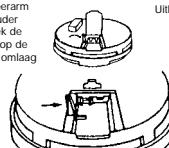
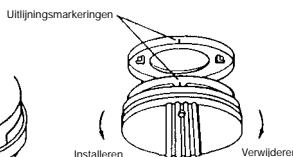

FIGUUR 1
FIGUUR 2
- Nadat u de juiste plaats bepaald heeft, zoals in hoofdstuk 1 omschreven wordt, moet de montageplaat zoals in figuur 1 op het plafond gemonteerd worden. Zie figuur 2 voor muurinstallatie. Plaats de montageplaat tegen de muur. Zorg dat de tekst en het pijltje "UP FOR WALL MOUNTING" (OMHOOG BIJ MUURINSTALLATIE) omhoog wijzen. Bevestig de montageplaat met de meegeleverde schroeven en verankeringen.
Om de batterij te vervangen, moet het alarm van de montageplaats afgehaald worden door het alarm te draaien in de richting van het "OFF" pictje op het deksel (zie hoofdstuk 3, figuur 1).